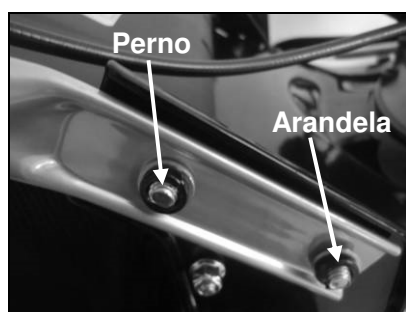

Fig. 2A
1. Fije las manivelas inferiores en el cuerpo de la unidad con pernos, arandelas, tuercas y una llave adecuada. (Fig.2A/Fig.2B)